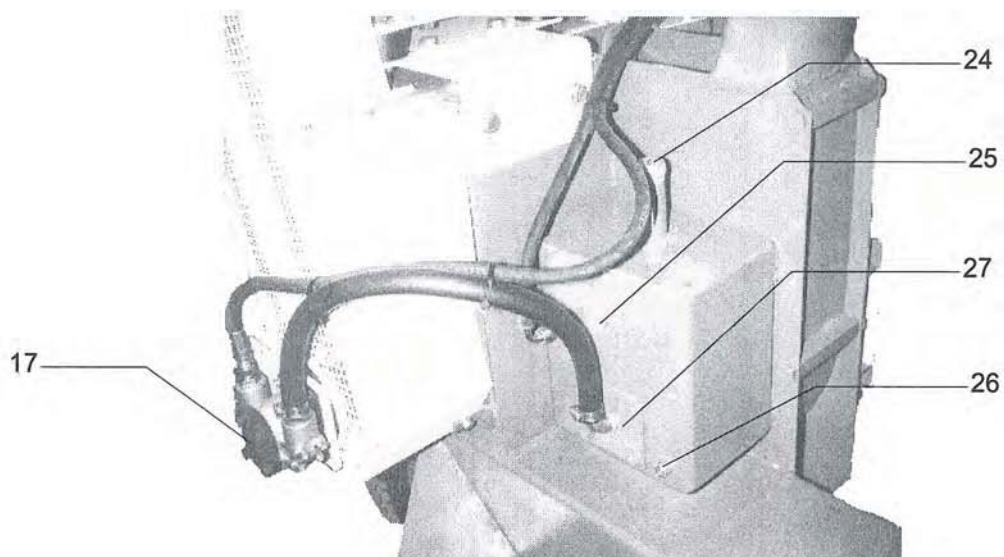

Fig. 7- Serbatoio olio idraulico
- Svitare il tappo del serbatoio (part. 24, fig 7).
- Svitare il tappo di troppo pieno (part. 25, fig. 7).
- Svitare il tappo di svuotamento (part. 26, fig. 7), avendo cura di raccogliere l' olio in un recipiente.
- Svitare la piastra di supporto del filtro (part. 27, fig. 7).